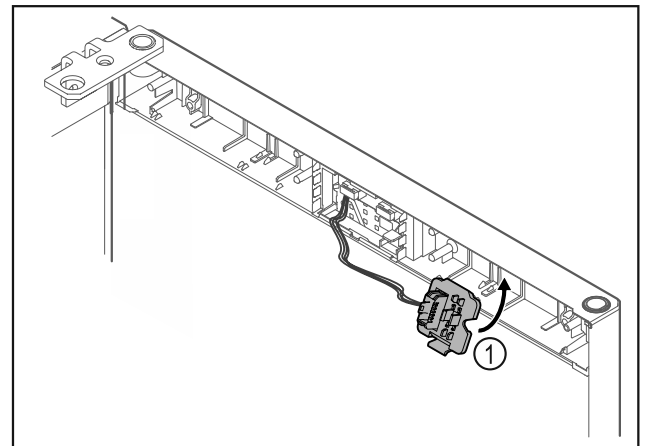

Fig. 12
- Steckerhalterung Fig. 12 (1) auf Gegenseite einrasten.*